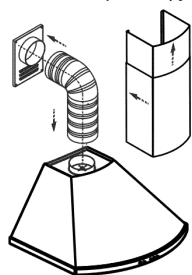
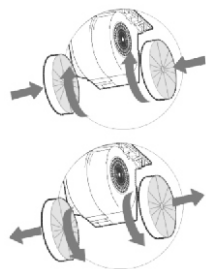

рис. 7
рис. 8
6.3 В зависимости от режима эксплуатации кухонной вытяжки соедините вентилятор с вентиляционной решеткой полужестким гофрированным воздуховодом (рис. 7) или установите на вентилятор угольные фильтры (рис.8).
Угольные фильтры устанавливаются на защитные корпуса вентилятора путем легкого нажатия и поворота (рис. 8).
6.4 Установите фальштрубы (рис. 7).